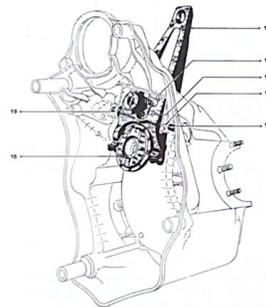

Fig. 3.6.—Caja del embrague.
a) Retirar el tornillo (15) (fig. 3.6) de retención del eje de la horquilla. Extraer el eje (17) de la horquilla por medio de una varilla.